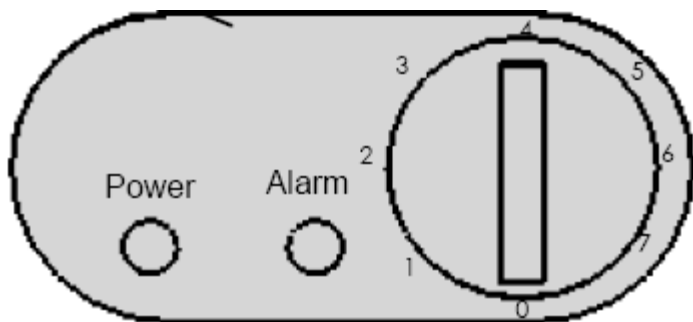

Abb. 2
Die grüne Kontrollleuchte (Abb. 2:A) leuchtet auf, wenn der Gerätestecker in die Steckdose gesteckt wird. Diese Leuchte erlischt nur bei einer Unterbrechung der Spannung (z.B. bei Stromausfall).
Das Thermostat (Abb. 2:C) sorgt für die richtige Temperatur im Gerät. Der Thermostat-Knopf hat 7 Positionen:
- Wenn Sie das Gerät erstmalig in Betrieb nehmen, stellen Sie das Thermostat auf Position 7 (Abb. 2:C).
- Lassen Sie das Gerät beim ersten Mal 4 Stunden ungefüllt auf Temperatur kommen, bevor Sie bereits gefrorene Produkte in das Gefriergerät legen und stellen Sie das Thermostat (Abb. 2:C) danach auf die Position 4 – 5.(die rote Leuchte, Abb. 2:B erlischt).
- Bei der erstmaligen Füllung der Truhe (oder jedes Mal dann, wenn Sie größere Mengen (frische) Lebensmittel einfrieren wollen), müssen Sie das Thermostat (Abb. 2:C) mindestens 12 Stunden zuvor auf Position 7 einstellen und dann wieder auf die Position 4-5 zurückstellen / bei frischen Lebensmitteln erst nach 24 Stunden), wenn das Lebensmittel eingefroren ist.
- 12 Stunden vor dem Abtauen stellen Sie das Thermostat auf Position 7 (Abb. 2:C), so dass die Produkte so kalt wie möglich sind.
- Stecken Sie den Stecker in die Steckdose, woraufhin die grüne Leuchte (Abb. 2:A) aufleuchtet.
- Die Gefriertruhe 1 Stunde ungefüllt auf Temperatur kommen lassen und danach die gefrorenen Produkte wieder in das Gerät zurücklegen. Lassen Sie das Thermostat (Abb. 2:C) noch mindestens für 2 Stunden auf Position 7 stehen.